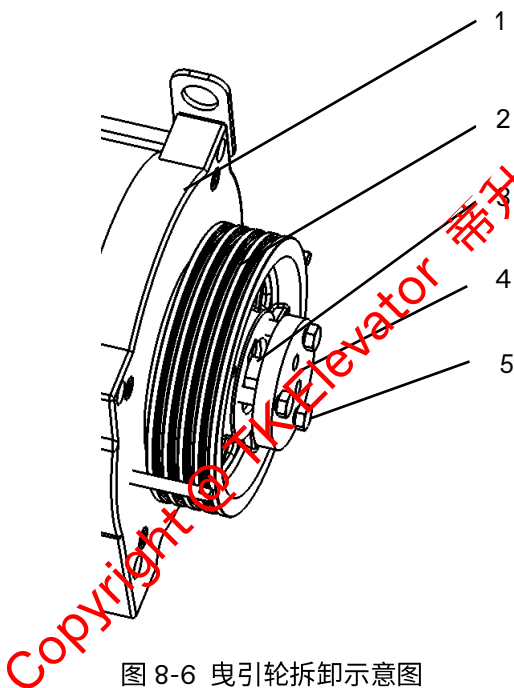

图 8-6 曳引轮拆卸示意图
在曳引轮更换前，请先准备 1 个厚度 8~12mm 的垫块 3（外径约为 $\Phi 30\text{mm}$ ），见图 8-6。
- b. 如图 8-6 所示，将垫块 3 放在曳引轮挡板 4 和主轴中间，外六角螺栓 5 穿过曳引轮挡板 4 的孔安装在曳引轮 2 上，锁紧外六角螺栓 5，即可拆下曳引轮 2。